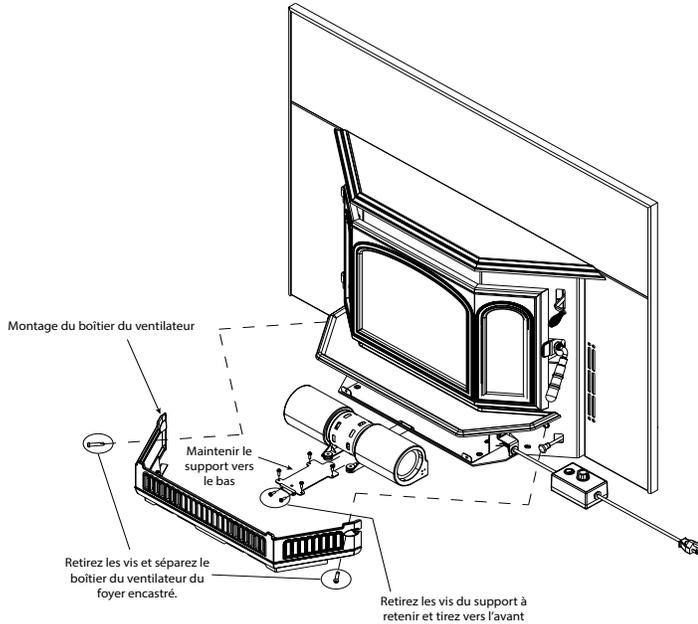

Figure 26.1
1. Retirez les 2 boulons à tête hexagonale du boîtier du ventilateur à l'aide d'une clé Allen 5/32 (**Figure 26.1**).